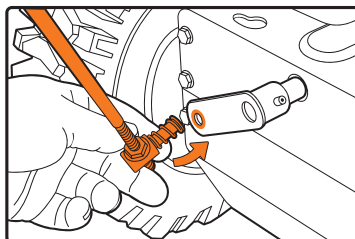
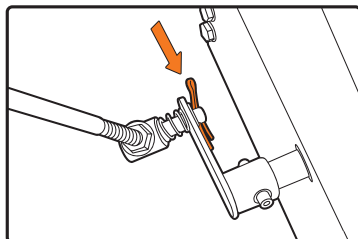

Рис. 6
Рис. 7
- Подсоедините штангу к кронштейну привода передач в нижней части снегоуборщика (рис. 6) и зашплинтуйте ее (рис. 7).